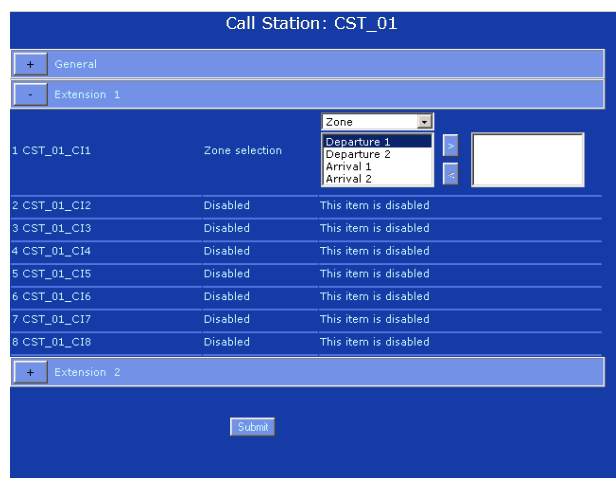

figura 36.7: Selezione di zona, passaggio 3
- 3 Fare clic sull'*Extension* contenente il tasto da programmare. Appare una schermata simile a quella in figura 36.7, nella cornice principale dell'interfaccia web.